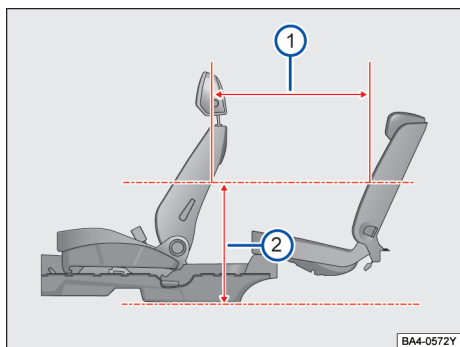

图 85 座间距
当前排座椅处于如下位置：前排座椅从最后位置向前滑动 55.5mm，靠背角为 (25°)，高度处于设计位置；后排座椅位于设计位置时，在距离地板位置 400mm 处→图 85②，座间距为 886mm →图 85①。